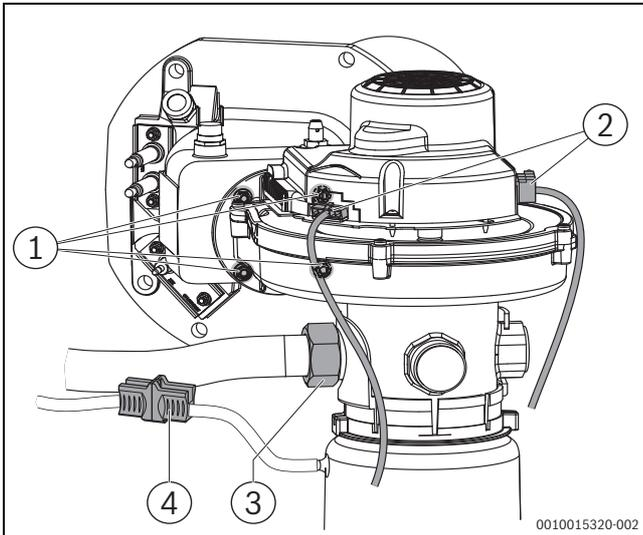

Bild 64 Elektrische Anschlüsse, Gebläse ausbauen (Kesselgröße 75-150 kW [bis V03])
- ▶ Elektrische Anschlüsse am Gebläse lösen (→Bild 64, 65 bzw. 66).
- ▶ Steckverbinder trennen (→Bild 64)
- ▶ Überwurfmutter am Venturi lösen (→Bild 64 und 65, [3]).
- ▶ 4 Sechskant-Muttern am Gemischkrümmer entfernen (→Bild 64 und 65).